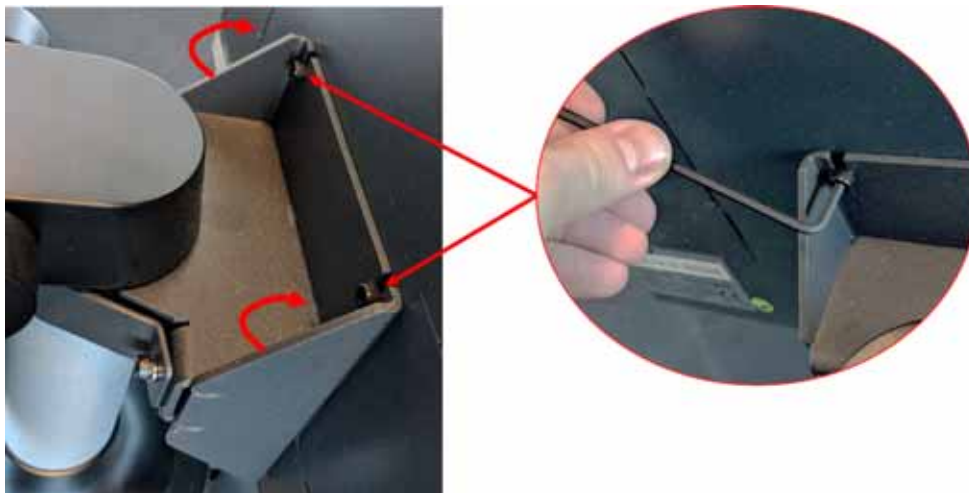

Figura 15-19 Allentare le viti superiori
8. Localizzare le due viti superiori che fissano la MCU alla staffa di montaggio e allentarle servendosi di una chiave a brugola con angolo a destra da 4 mm o una chiave esagonale. Consultare la Figura 15-19.